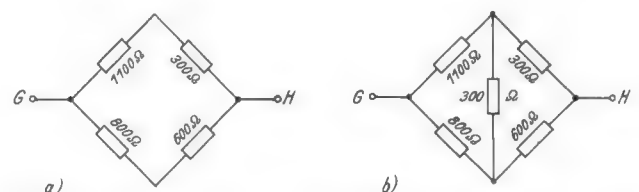

Bild 4. Brückenschaltung; a = ohne Galvanometer im Brückenweig, b = mit Belastung des Brückenweiges durch ein Galvanometer
a) für den Fall, daß im Meßzweig kein Galvanometer liegt, das heißt der Strom im Meßzweig ist gleich Null, $R_G = \infty$ (Bild 4 a).
b) mit Galvanometer im Diagonalzweig, $R_G = 300 \Omega$ (Bild 4 b).